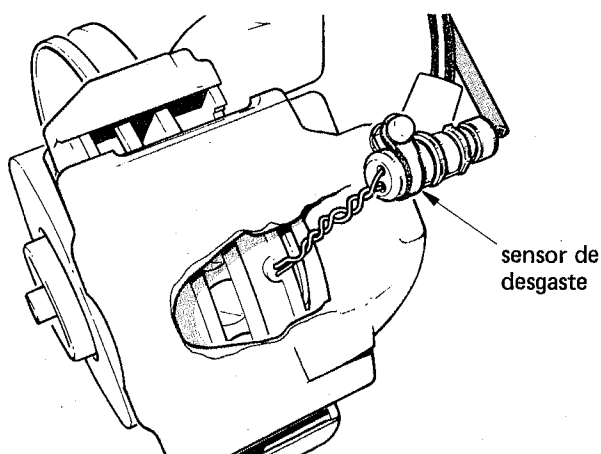

fig. 19
3. Nos veículos equipados com sensor de desgaste das pastilhas, desligar o conector do mesmo e soltar o cabo do sangrador (fig. 19)
4. Nos veículos equipados com sensor de desgaste das pastilhas, instalar o cabo do mesmo posicionando-o na abertura do alojamento, e fixando-o ao sangrador (fig. 19).